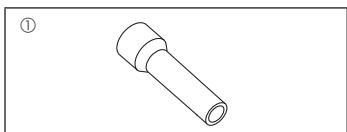

Fig. 1-1
1.6. Допоміжне приладдя зовнішнього блока (Fig. 1-1) (ZM200/250, M200/250)